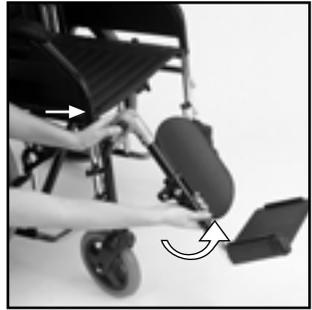

Fig. 6
2. REPOSAPIES ELEVABLES (Standard en Mod. 4001 y 4031) resto opcional (Ref 21). (Fig. 6, pag.3)